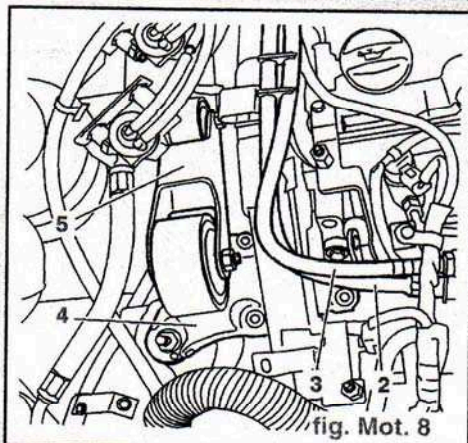

fig. Mot. 8
- le tube d'arrivée de carburant (3) (repère blanc) (fig. Mot. 8)
- le tube retour carburant (2) (repère vert)